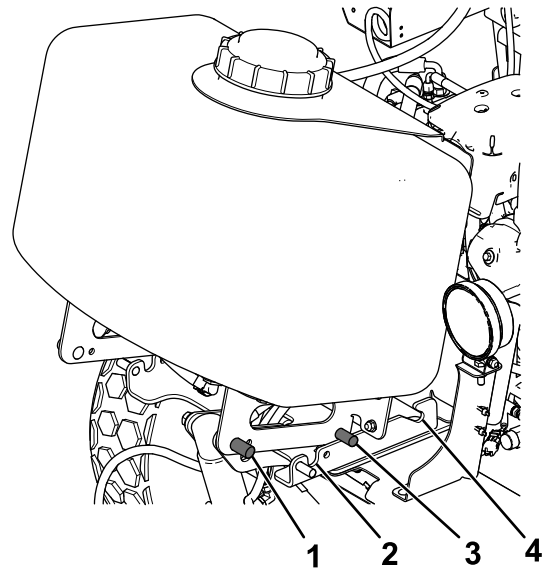

Figura 13
3. Apoye los pasadores de montaje traseros del depósito auxiliar en la placa de montaje y deslice el depósito hacia atrás en las ranuras (Figura 13).
4. Baje los pasadores de montaje delanteros hasta que entren en las ranuras de la placa de montaje (Figura 13).